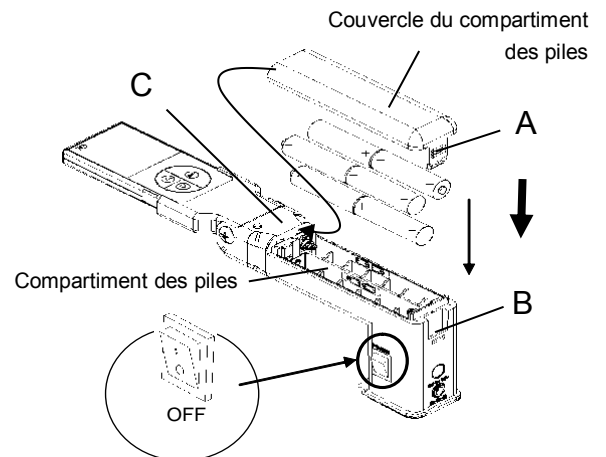

Figure 6-2 Insertion des piles
- (3) Retirez les six piles du compartiment.
- (4) Insérez six piles AA neuves (piles alcalines standard ou piles rechargeables Ni-MH) en respectant la polarité (+/-) indiquée à l'intérieur du compartiment des piles comme le montre la Figure 6-2.
- (5) Faites glisser le couvercle jusqu'au point C, appuyez sur le point A (illustré à la Figure 6-2), faites glisser le couvercle vers le bas jusqu'au point B (dans le sens indiqué par la flèche) et fermez le couvercle.